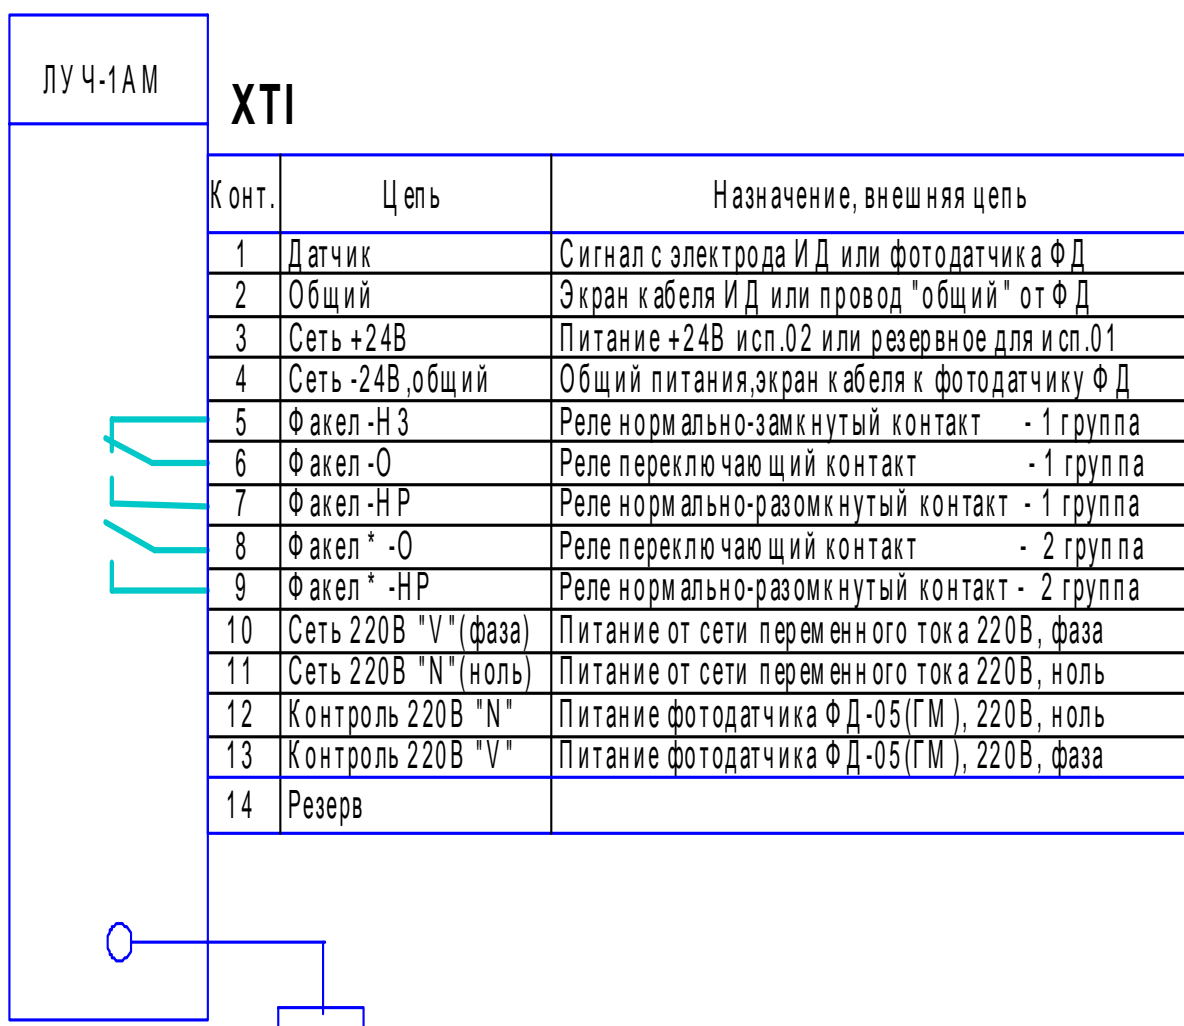

Рис.7. Сигнализатор ЛУЧ-1АМ. Выходные электрические цепи.
- Рис.7. Сигнализатор ЛУЧ-1АМ. Выходные электрические цепи.